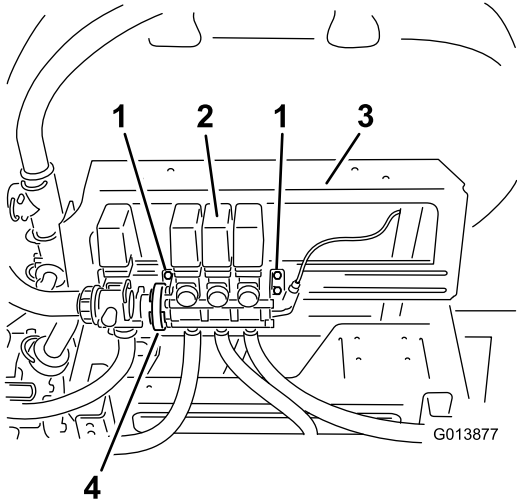

Figure 4
- Desserrez, mais ne retirez pas, les boulons qui fixent le bloc de vannes sur le support (Figure 4).
- Desserrez le collier de serrage à vis sans fin existant qui fixe la vanne d'agitation au bloc de vannes de rampes (Figure 4).